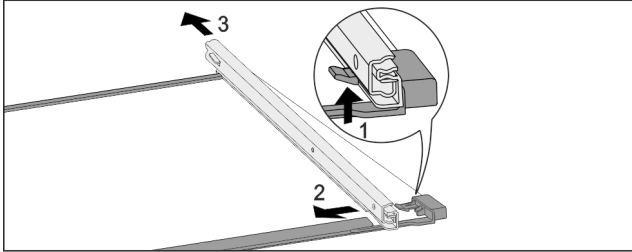

Fig. 133 Üveglap sínekkel
- ▶ Nyomja felfelé az elülső akasztókampót. Fig. 133 (1)
- ▶ Tolja ki oldalra Fig. 133 (2) és hátra Fig. 133 (3) a kihúzó-sínt.